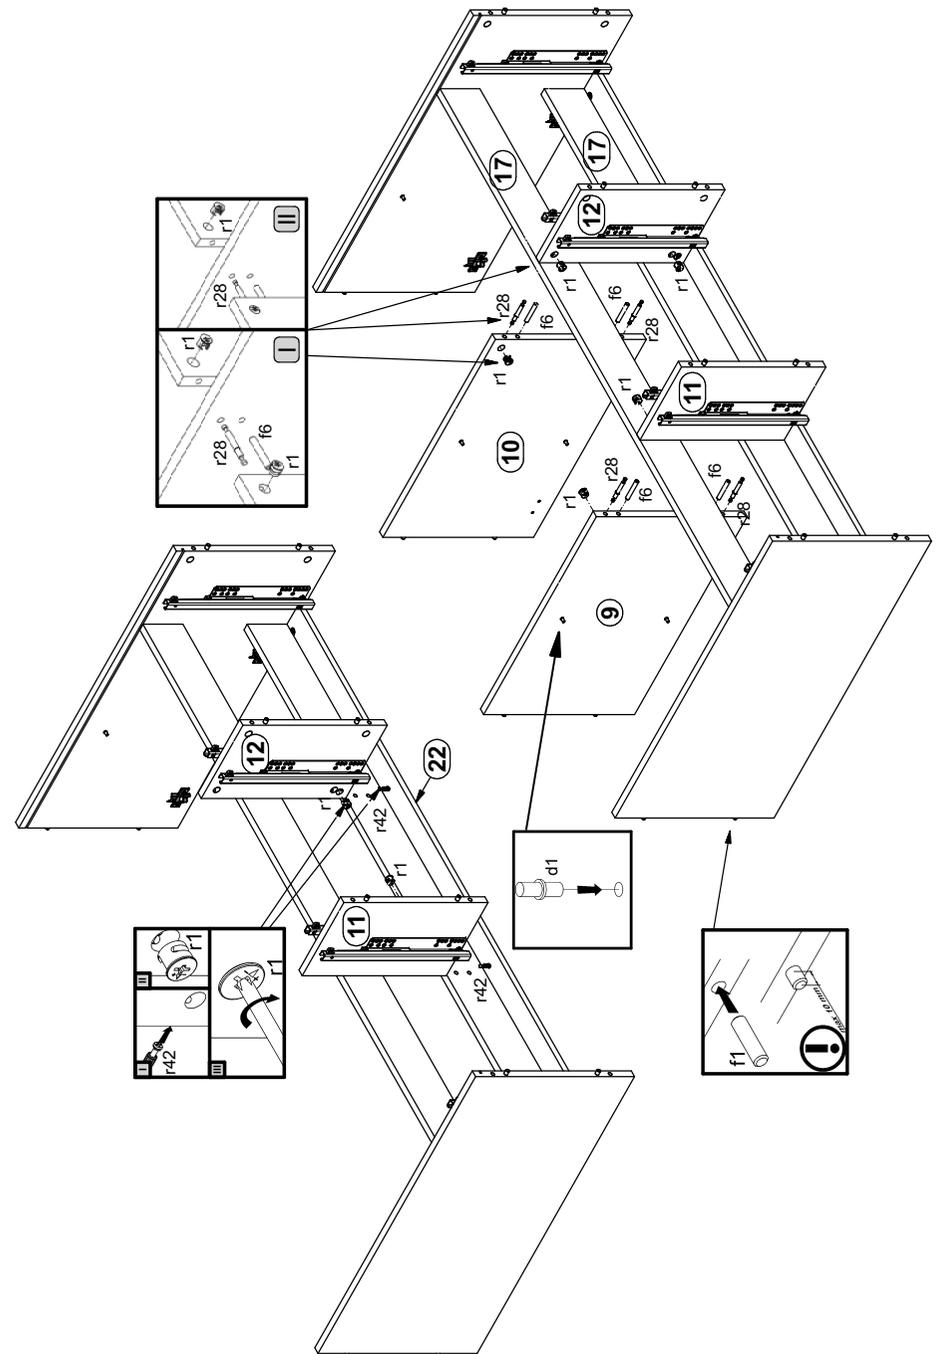

Рисунок 3
2. В отверстия  $\varnothing 8$  мм на верхних и нижних кромках стенок боковых **7, 8 (см. рис. 2)**, на верхних кромках стенок средних **11,12 (см. рис. 2)**, на боковых кромках цоколей **17**, планки декоративной **22 (см. рис. 2)**, на нижних кромках стенок средних **9, 10 (см. рис. 3)** вбить деревянные шканты **f1**.
7. В отверстия  $\varnothing 5$  мм на внутренних поверхностях стенок **7, 8 (см. рис. 2)**, стенок **9, 10 (см. рис. 3)**, установить полкодержатели **d1**.
11. Присоединить стенки **11,12** к планке **22** и затянуть стяжки эксцентриковые **r1**, пользуясь отверткой **(см. рис. 3)**. Стяжки эксцентриковые **r1** закрыть заглушками **s2**.
12. Соединить детали **9,10,11,12** с помощью шкантов **f6** и затянуть стяжки эксцентриковые **r1**, пользуясь отверткой **(см. рис. 3)**.